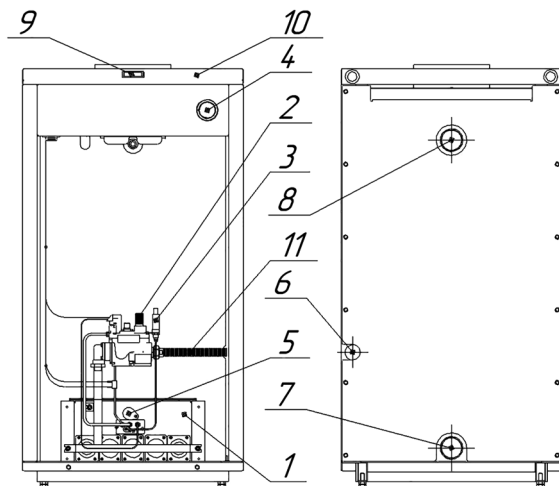

Рис. 1.
5.1. Аппарат отопительный представляет собой сварную конструкцию, образующую по всему периметру водяную рубашку. В нижней части аппарата отопительного, в проёме топочной камеры, установлено газогорелочное устройство с органами управления. В верхней части аппарата отопительного находится газоотводящий патрубок для удаления продуктов сгорания из топки. На задней поверхности (для моделей Premier-55 и Premier-80) или боковых поверхностях (для модели Premier-100) аппарата отопительного расположены резьбовые патрубки, предназначенные для подключения к системе отопления и газоснабжения. Регулирование и поддержание заданной температуры обеспечивается терморегулятором (одним для модели Premier-55 или двумя для моделей Premier-80, Premier-100), модулирующим пламя основной горелки, снабженными ручкой с делениями, которая установлена на передней панели аппарата отопительного (см. рис. 1; 1.1; 1.2).